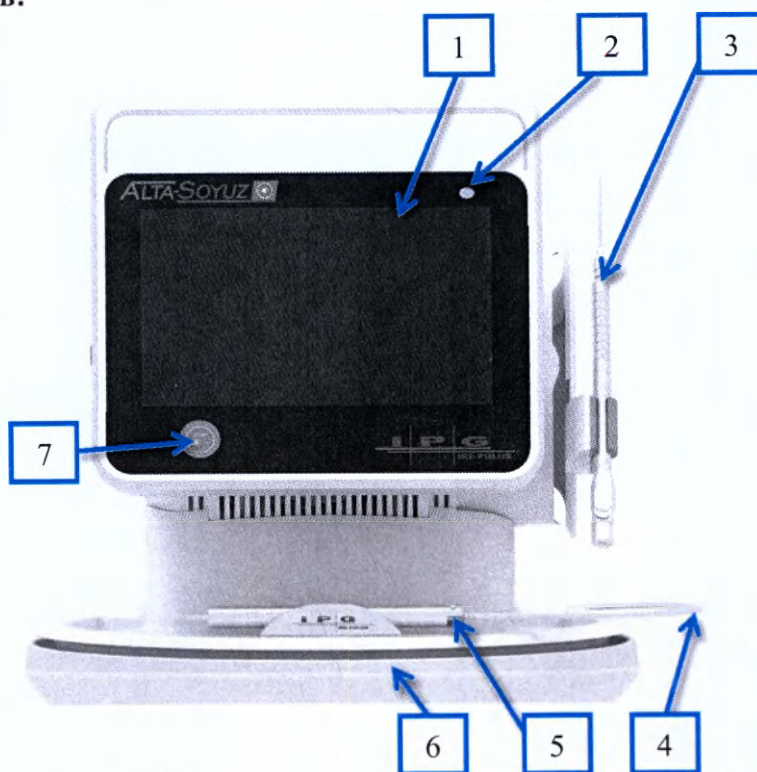
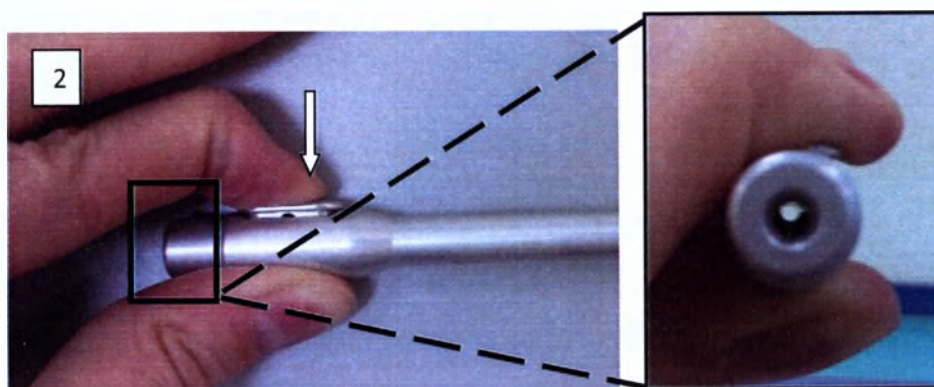

Рисунок 4. Аппарат лазерный хирургический Alta по ТУ 32.50.50–060-18003536-2019, в исполнении Alta-Soyuz. Вид спереди
Рисунок 12. Держатель волоконного инструмента
Держатель волоконного инструмента (рис.4 (3), рис. 12) предназначен для фиксации волоконного инструмента при проведении операции. Для установки волоконного инструмента в держатель, необходимо зажать кнопку-фиксатор (б, рис.12), вставить волоконный инструмент и отжать кнопку-фиксатор. 1-кнопка-фиксатор волоконного инструмента отжата, 2- кнопка-фиксатор зажата для вставки волоконного инструмента в держатель:
10. Зажмите кнопку-фиксатор Держателя инструмента волоконного (2, рис.12) и вставьте Волоконный инструмент.
11. Зафиксируйте Держатель (рис.12) на Процедурном модуле (рис.8) с помощью крепления для держателя волоконного инструмента (а, рис.8)